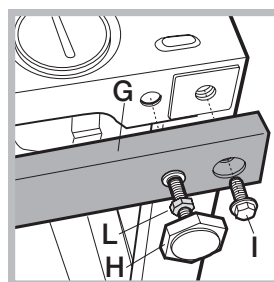
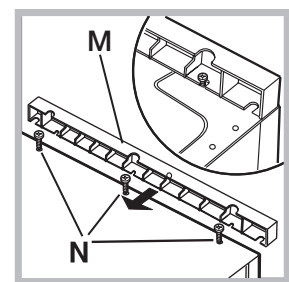

Fig. 11
Fig. 12
La machine peut être réglée en hauteur (de 815 mm à 835 mm) à l'aide de ses 4 pieds. Si vous souhaitez l'amener à une hauteur supérieure à celle qui est indiquée plus haut, c'est à dire jusqu'à 870 mm, utilisez les accessoires suivants: les 2 traverses (G); les 4 pieds (H); les 4 vis (I); les 4 écrous (L) puis procédez comme suit (*fig. 11*): démontez les 4 pieds originaux, positionnez une traverse G dans la partie avant de la machine, fixez-la à l'aide des vis I (en les vissant dans les trous où étaient fixés les pieds originaux) puis montez les nouveaux pieds H. Procédez de même dans la partie arrière de la machine. Vous pouvez alors régler les pieds H pour élever ou abaisser la machine de 835 mm à 870 mm. Après avoir atteint la hauteur désirée, bloquez les écrous L à la traverse G. Pour régler la machine à une hauteur comprise entre 870 mm et 900 mm, montez le listel M et réglez les pieds H jusqu'à la hauteur souhaitée. Pour monter le listel, procédez comme suit: desserrez les trois vis N situées dans la partie avant du couvercle, montez le listel M comme illustré *fig. 12* et serrez les vis N.